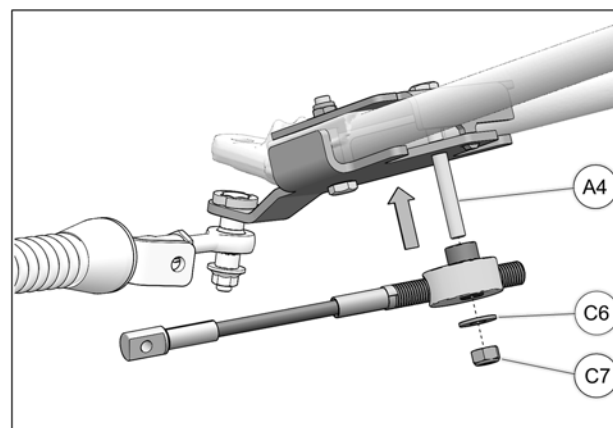

Fig. 24
15. Positionner le câble limiteur de conduite assemblé sous l'ancrage et installer au boulon (A4) inséré à l'étape 5. Utiliser la rondelle (C6) et l'écrou (C7) pour fixer le câble limiteur de conduite en place. Serrer l'écrou à 50 N•m [37 lb•pi]. Voir Fig. 24